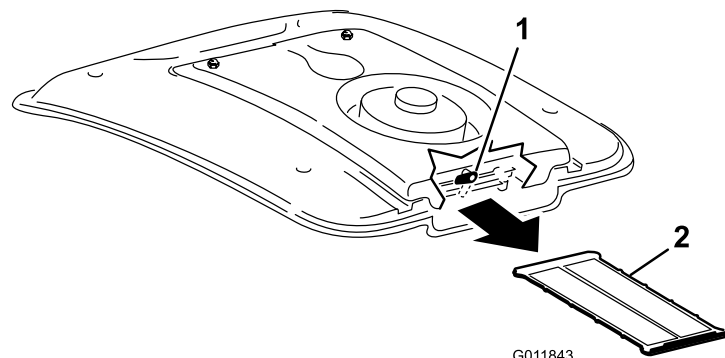

図 105
2. ファンマウントの後部についているラッチを上に戻して横向きにする(図 105)。
3. エアコンコイルからスクリーンを引き出す(図 105)。
4. スクリーンを圧縮空気ですき洗いして洗淨する(図 105)。